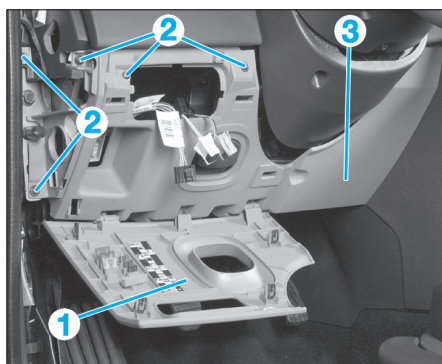
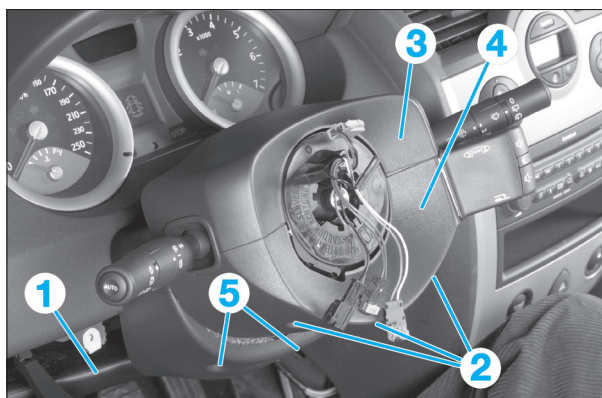

FIG. 2
FIG. 5
- l'habillage inférieur gauche (1) de la planche de bord (Fig.2).
- Déposer les vis (2) de la partie inférieure (3) de la planche de bord (Fig.2).
- Déposer la partie inférieure de la planche de bord (3).
- Dégrafer et déposer le conduit d'air (1) (Fig.5).
- Coulisser l'airbag vers le haut pour le dégager des ergots (2) du volant.
- les trois vis (2) de l'habillage sous la colonne de direction (Fig.5).
- l'habillage supérieur (3) et inférieur (4) de la colonne de direction.
- Déposer l'ensemble contacteur tournant/commodo en écartant la languette inférieure (2).
- les deux vis (5) sous la colonne de direction (Fig.5).